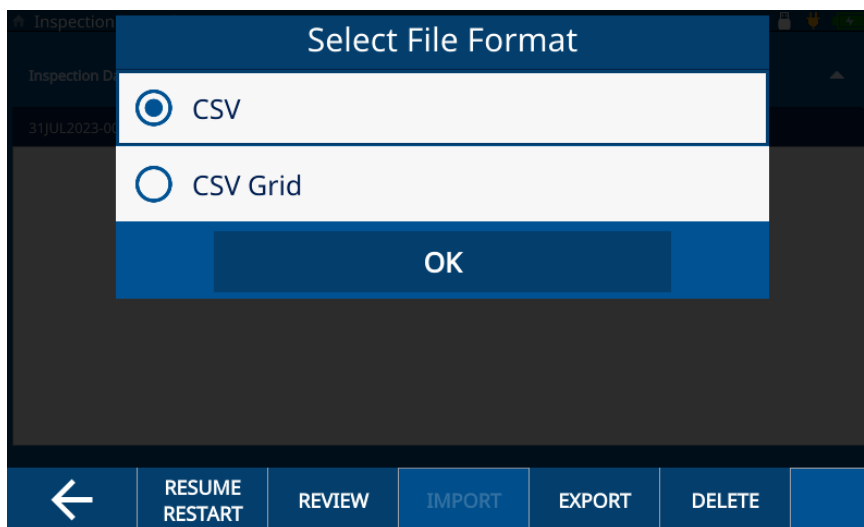

Figura 7-9 Janela Select File Format (Selecionar formato do arquivo)
5. Selecione o formato de arquivo preferido (CSV ou CSV Grid) na janela pop-up e toque em **OK** (consulte Figura 7-9 na página 69).